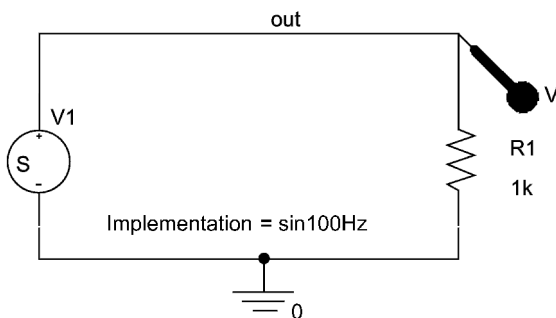

图 6.24 放置电压探针
9. 如图 6.24 所示, 在节点 out 处放置电压探针, 然后选择菜单 **PSpice > Run** 运行电路仿真, 从仿真结果可以得到电阻两端为正弦电压波形。